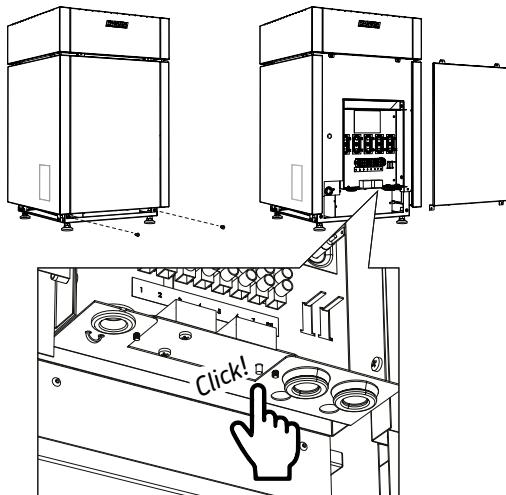

Figura 14. Ripristino della protezione termica di sicurezza dell'umidificatore
- Verificare che la protezione termica di sicurezza non sia scattata. (Figura 14. Ripristino della protezione termica di sicurezza dell'umidificatore)
- Istruzioni per il ripristino della protezione termica di sicurezza dell'umidificatore (Figura 14. Ripristino della protezione termica di sicurezza dell'umidificatore)